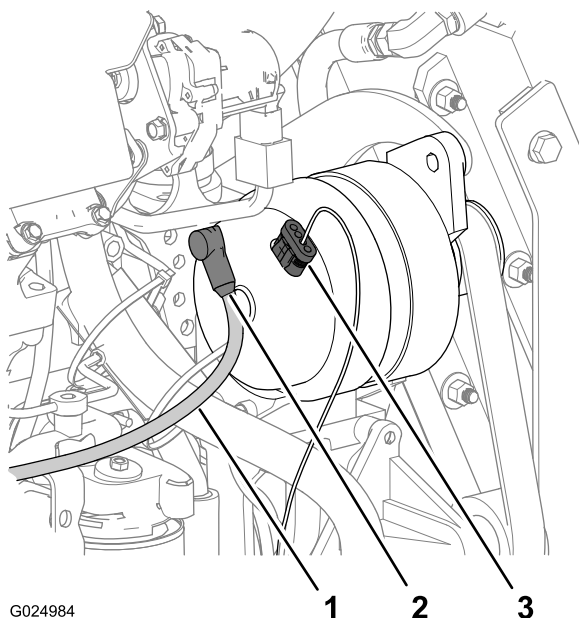

Figura 115
1. No alternador, deslize a capa para fora do terminal e o prisioneiro na parte de trás do alternador (Figura 115).
3. Remova o conector fêmea de 4 vias (do fio do sensor de tensão) do conector de 4 pinos no topo do alternador (Figura 115).
2. Conecte o conector fêmea de 4 vias (do fio do sensor de tensão) ao conector de 4 pinos no topo do alternador (Figura 115).
3. Monte o terminal do fio de carga no prisioneiro na parte de trás do alternador (Figura 115).
5. Alinhe a capa do fio de carga sobre o terminal e o prisioneiro (Figura 115).